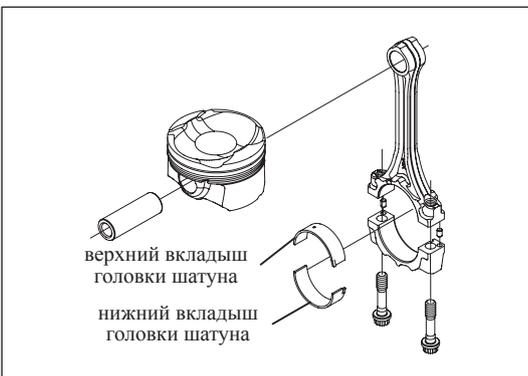

Рис. 13-3-13. Выбор вкладышей шатунов
- е) Запрещается устанавливать верхние вкладыши шатунов вместо нижних и наоборот. На задней части верхнего вкладыша шатуна имеется метка и масляное отверстие (см. Рис. 13-3-13), на задней части нижней втулки шатуна также имеется метка. Следует обращать внимание на положении метки «Forward» («Перед») на крышке шатуна.